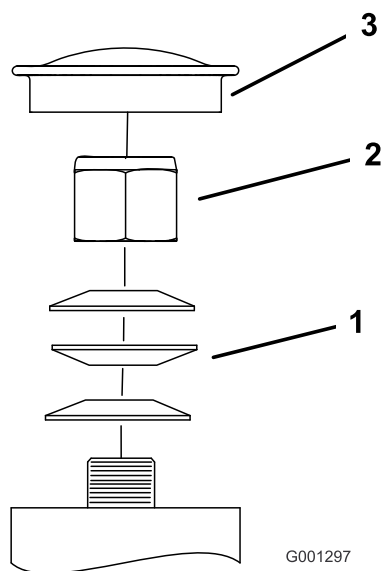

Figura 53
3. Togliete il coperchietto antipolvere dalla ruota orientabile e serrate il dado di bloccaggio (Figura 53).
4. Serrate il dado di bloccaggio finché le rondelle elastiche non sono piatte, quindi allentate di un quarto di giro per mettere a punto il precarico sui cuscinetti (Figura 53).
Importante: Verificate che le rondelle elastiche siano correttamente montate, come riportato nella Figura 53.
5. Montate il coperchietto antipolvere (Figura 53).